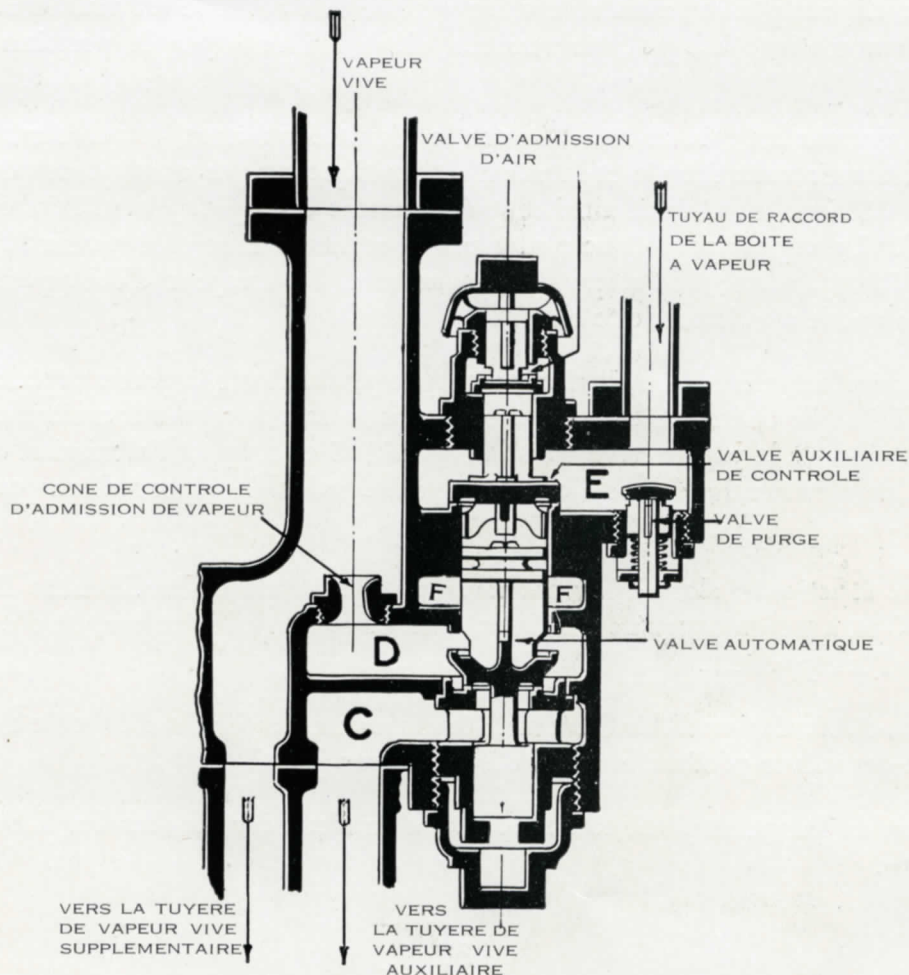

Fig. 4
(3) Une Valve Automatique de Contrôle (Fig. 4).
Le régulateur étant fermé, l'arrivée de vapeur vive de la boîte à vapeur est coupée et il n'y a plus de pression dans la chambre E au-dessus de la valve auxiliaire de contrôle. Alors, la pression de la vapeur dans la chambre D remonte la valve automatique contre son siège supérieur, ce qui coupe l'arrivée de vapeur au passage F conduisant au piston de contrôle K, de façon que la valve de vapeur d'échappement V¹ se ferme, coupant ainsi l'arrivée de vapeur d'échappement. En même temps, la vapeur vive de la chambre D entre dans le passage C conduisant à la tuyère de vapeur vive auxiliaire et remplace la vapeur d'échappement, de sorte que l'injecteur continue de fonctionner à la vapeur vive. La quantité de vapeur vive auxiliaire admise à l'injecteur est réglée par le diamètre de l'orifice du cône de contrôle H (Fig. 4).
Ces deux valves (Fig. 4) contrôlent le fonctionnement automatique de l'injecteur (c'est-à-dire le changement du fonctionnement à la vapeur d'échappement, au fonctionnement à la vapeur vive-quand le régulateur est fermé- et vice-versa).